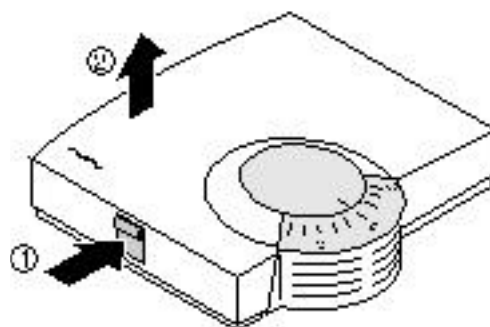

Figure 2 : Retirer le capot du boîtier
1. Retirer le capot du boîtier de commande de point de consigne à distance, comme indiqué à la Figure 2.
1. Retirer le capot de boîtier du sélecteur de point de consigne à distance (voir Figure 2).